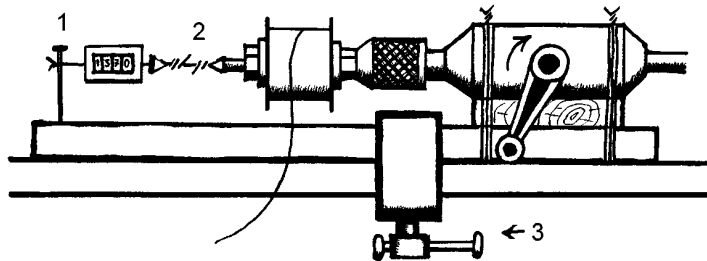

рис. 16
14. При перемотке трансформаторов с помощью ручных дрелей, точилок, швейных машин и т.д., удобно вести счет витков с помощью счетчика ленты старого магнитофона. На рис.16 (слева направо): 1 - гвоздь, к которому прикручен проволокой счетчик; 2 - проволока, которой шкив счетчика прикручен к шпильке, зажатой в патроне ручной дрели; 3 - струбцина, прижимающая доску к столу. Для крепления с помощью проволоки необходимо просверлить отверстия в шпильке и шкиве счетчика. Для смены сердечника достаточно открутить крепежную проволоку и отвинтить гайку.